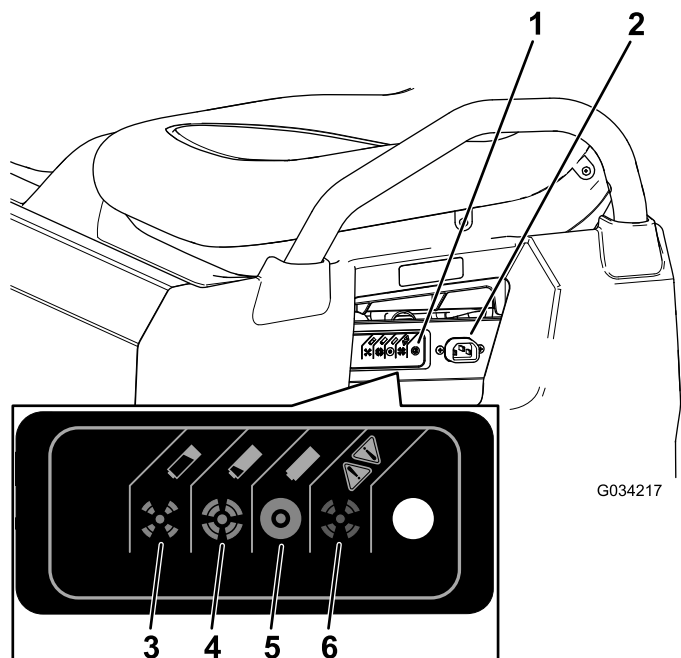

Bild 39
3. Schließen Sie ein **16er (oder dickeres) 2,5 m oder kürzeres Ladekabel** an der Ladesteckdose der Maschine an (Bild 39).
In der folgenden Tabelle und in **Bild 39** finden Sie Informationen über die Bedeutung der verschiedenen Farben der Statuslampe am Ladegerät.